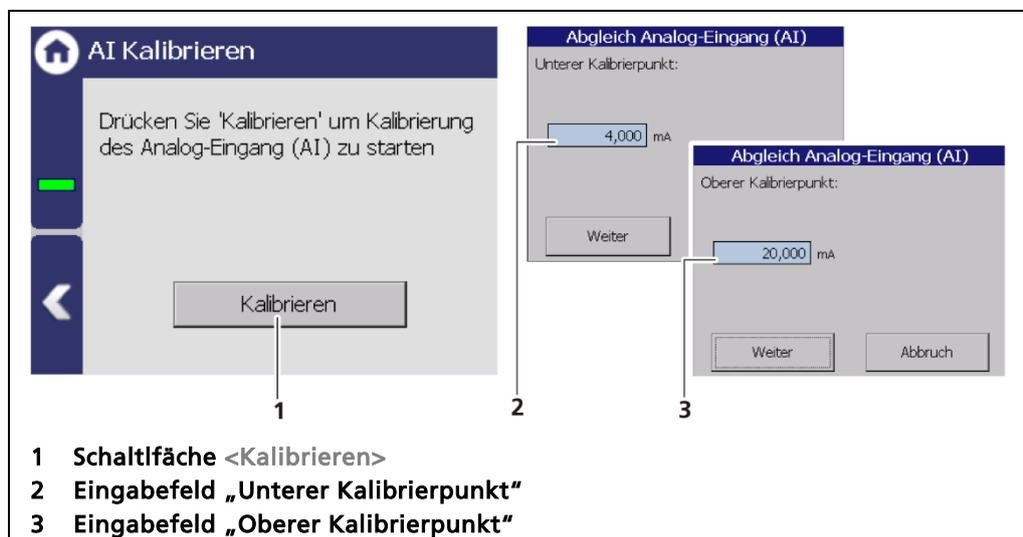

Abb. 111 Analogen Eingang kalibrieren
3. Klicken Sie auf die Schaltfläche <Kalibrieren> (Abb. 111, Pos.1), um den Kalibriervorgang zu starten.
- ▶ Der obere Kalibrierpunkt wird angezeigt (Abb. 111, Pos.3).